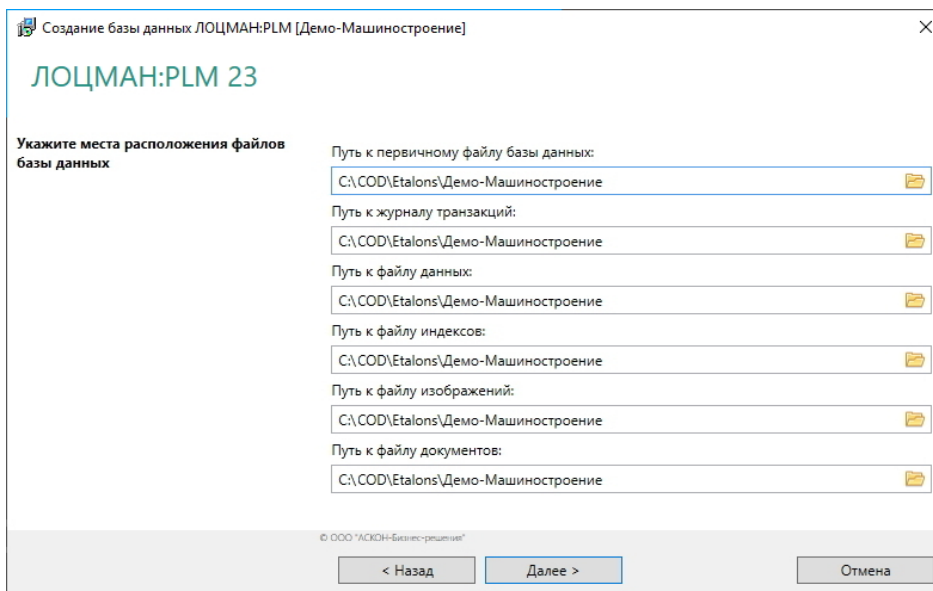

Рис. 4.23
1. Заполните поля ввода данных (рис. 4.23).